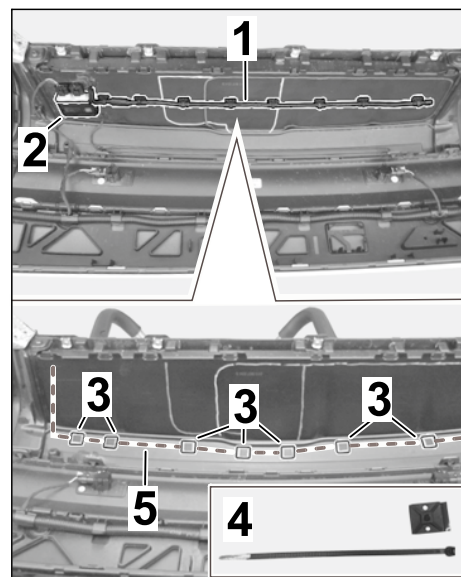

Рис. 5
- 1.7.1 Осторожно снять антенный провод виртуальной педали вместе с держателем и кабельными хомутами (7 шт.) с внутренней стороны облицовки задней части кузова (⇒ Рис. 5 -1-).
- 1.7.3 Очистить область склеивания в месте новой прокладки антенного провода от пыли и жира (⇒ Рис. 5 -3-).